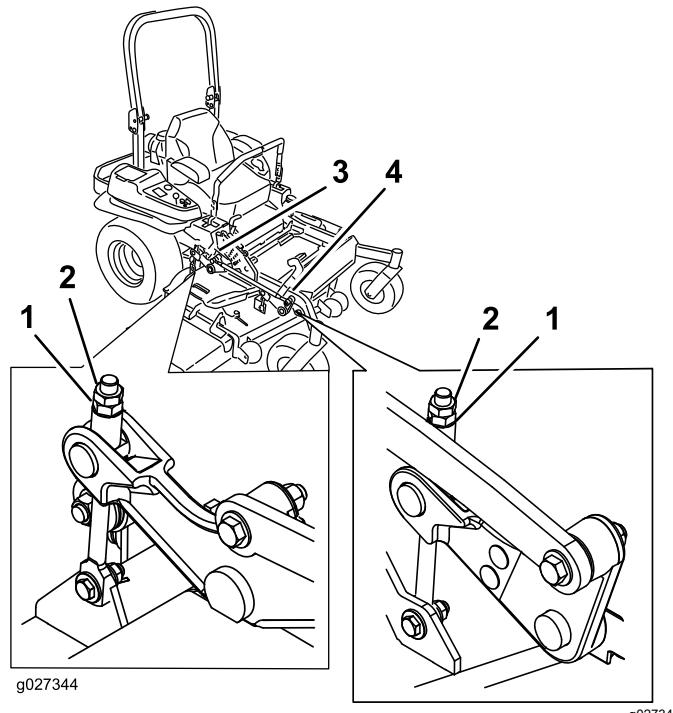

Figura 104
9. Gire la tuerca de ajuste del conjunto de elevación de la carcasa delantera para modificar la altura (Figura 104).
15. Gire el tornillo de ajuste hasta obtener una altura de 8.3 cm (3 $\frac{1}{4}$ ") (Figura 104).